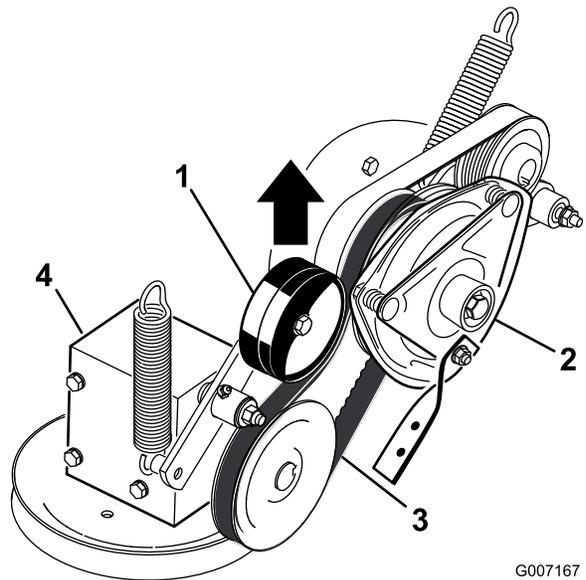

Bild 77
- Ziehen Sie an der gefederten Spanscheibe für den Zapfwellentreibriemen und nehmen Sie den Riemen von der Kupplungsscheibe ab (**Bild 77**).
17. Ziehen Sie an der gefederten Spannscheibe für den Zapfwellentreibriemen und befestigen Sie diese an der Kupplungsscheibe (Bild 77).